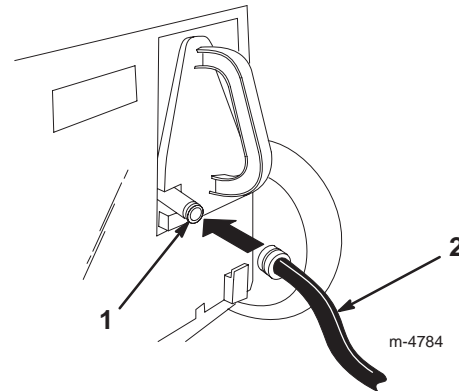

Figure 20
3. Soulevez le volet arrière et branchez le raccord à l'embout de lavage de l'obturateur de recyclage sur la tondeuse (Fig. 20).